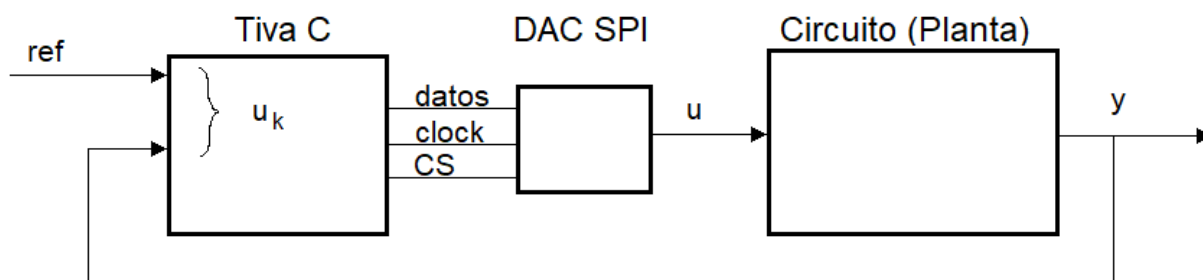

Figura 2. Conexión en lazo cerrado, retroalimentación de la salida.
- Armen el sistema completo, incluyendo el controlador (lazo cerrado). Consideren la imagen mostrada en la Figura 2.